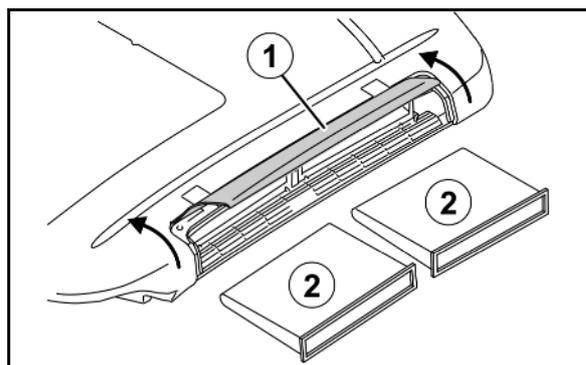

Fig. 188
1. Demonter sirkulasjonsluftgitter (Fig. 188/1).